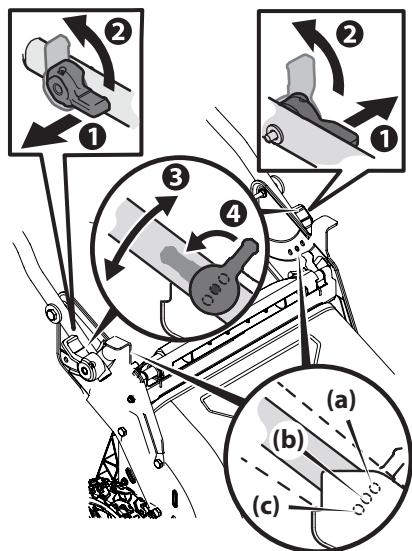

Figura 8
1. Gire las palancas de ajuste de la manija hasta la posición de desbloqueo para levantar la manija. Consulte la Figura 8.